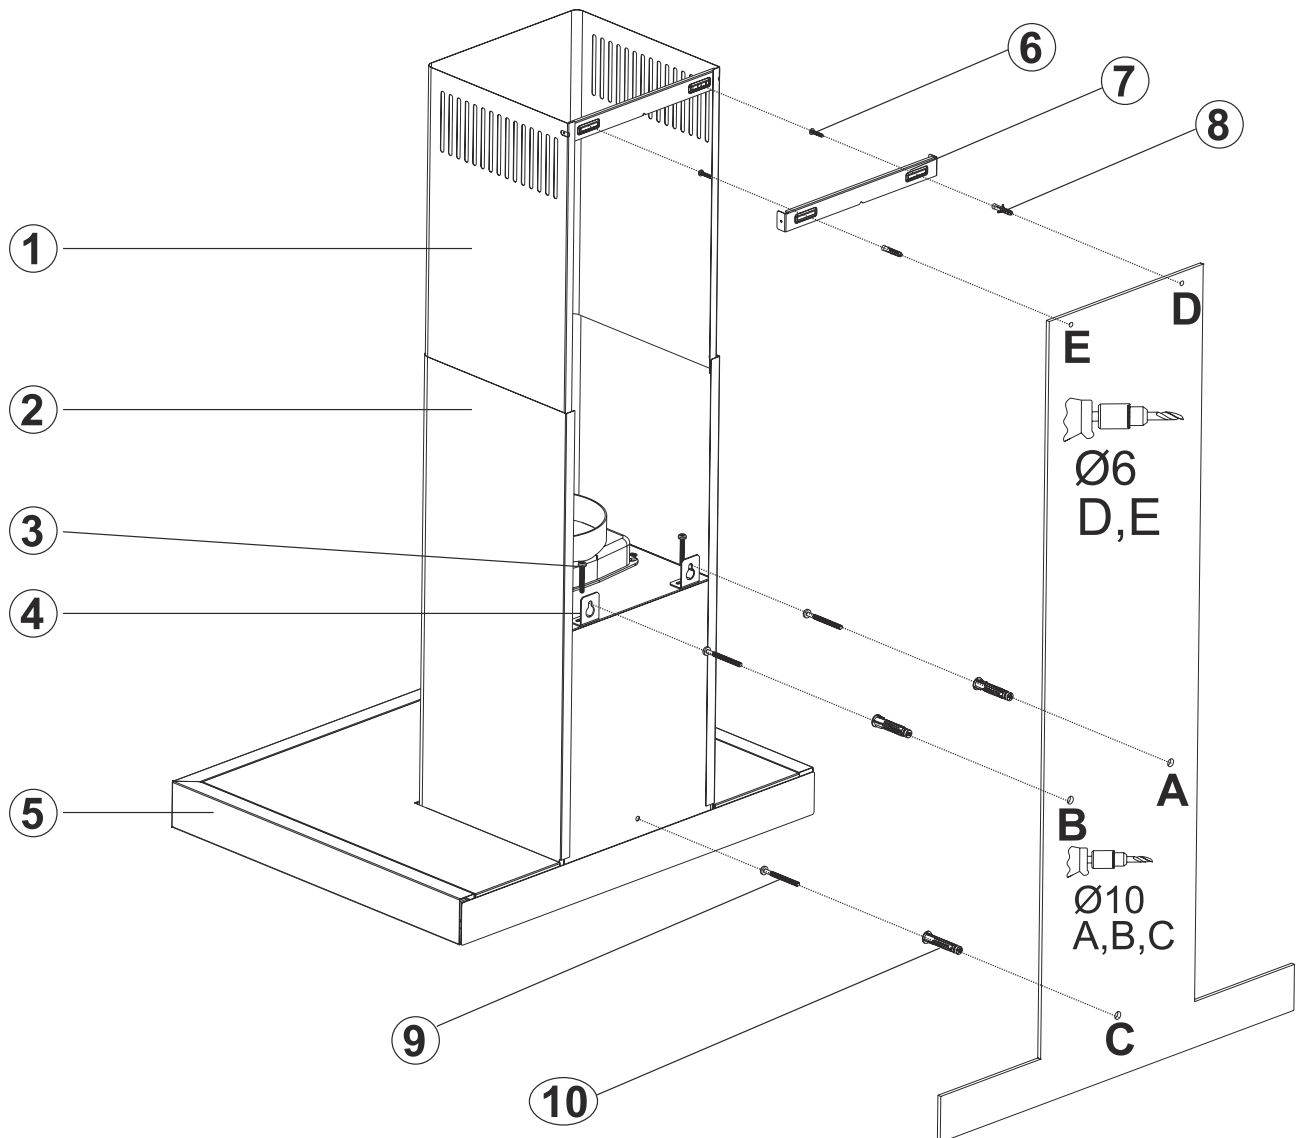

Fig. 11
2. ➔ Collez le schéma d'assemblage sur le mur à la hauteur indiquée (Voir les distances minimales et maximales pour le plan du travail sur le schéma d'assemblage) et percez les trous A, B et C aux dimensions spécifiées dans le modèle (Fig. 11).
- 3.** ▶ Insérez des chevilles murales de 10 mm de diamètre dans les trous percés aux points A, B, C et D et vissez les vis 5,5 x 60 (9) aux points A + B, en laissant un espace de 5 mm entre la tête de la vis et le mur (Fig. 11).
- 4.** ▶ Fixez les plaques d'accrochage de la hotte sur le corps de la hotte avec boulon M5x35 (3) (Fig. 11).
- 5.** ▶ Accrochez la hotte d'aspiration à partir de ses plaques de suspension sur le mur, aux points (A, B). Si la hotte n'est pas parallèle, repositionnez-la en serrant ou en desserrant la vis M5 x 35 (3).